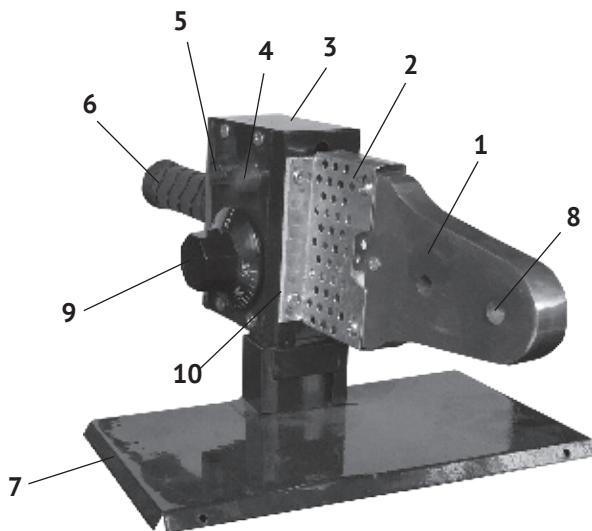

рис. 1
1.8 Общий вид представлен на рис. 1
1.9 В металлическом корпусе (рис.1 поз.3) расположены термостат и разводка проводов подключения нагревательного элемента (рис.1 поз.1) и индикаторов. Между радиатором (рис.1 поз.2) и корпусом расположена текстолитовая прокладка (рис.1 поз.10), предохраняющая корпус от нагрева. Поворотом ручки термостата (рис.1 поз.9) по часовой стрелке аппарат включается (с характерным щелчком) и выставляется нужная для сварки температура.
3.2 Выберите из набора парные насадки, подходящие по размеру свариваемой трубе и фитингу и закрепите их в отверстиях (рис.1 поз.8) на нагревательном элементе (рис.1 поз.1). Поверхность тефлоновых насадок должна быть чистой.
4.1 Включите аппарат в сеть. При подключении высветится индикатор (рис.1 поз.4) зелёным цветом, информирующий о включении.
4.2 Повернув по часовой стрелке ручку термостата (рис.1 поз.9) включите аппарат и установите (по шкале) необходимую температуру, указанную изготовителем труб. При этом высветится красным цветом индикатор нагрева (рис.1 поз.5).
4.3 Для достижения установленной термостатом температуры нагревательного элемента (рис.1 поз.1) и насадок требуется некоторое время. При достижении рабочей температуры, индикатор (рис.1 поз.5) погас, можно приступать к сварке.
Корректировку температуры производите поворотом рукоятки термостата (рис.1 поз.9) по/против часовой стрелке.